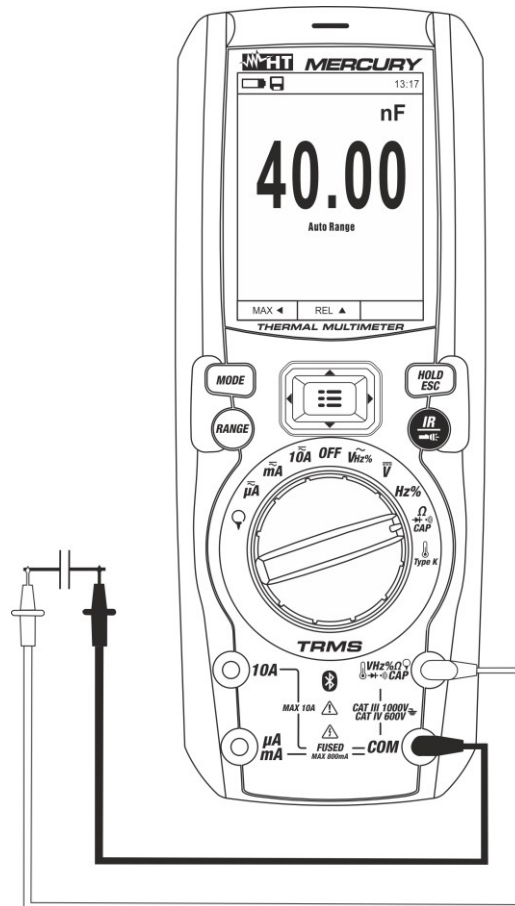

Abb. 26: Verwendung des Gerätes für Kapazitätsmessung
5. Verbinden Sie die Messleitungen mit den beiden Enden des zu messenden Kondensators und dabei achten Sie, wenn nötig, auf die positive (rotes Kabel) und negative (schwarzes Kabel) Polarität (siehe Abb. 26). Der Wert erscheint im Display. **Je nach Kondensator, könnte das Gerät einige Sekunden brauchen, bevor das korrekte Endergebnis angezeigt wird.** Der Bargraph ist bei dieser Funktion nicht aktiv.